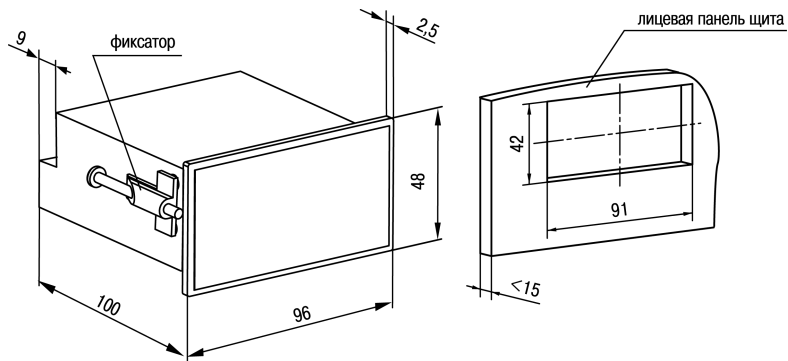

Рисунок 4.9 – Габаритные размеры корпуса Щ2
1. Подготовить на щите управления место для установки прибора (см. *рисунок 4.9*).